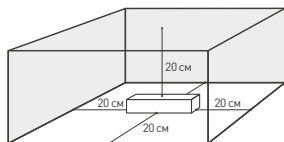
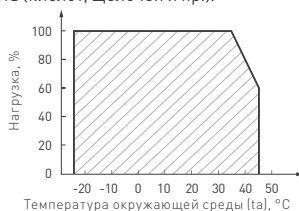

Рис. 2.
Рис. 3.
- 4.2. Для соблюдения температурного режима работы обеспечьте не менее 20 см свободного пространства вокруг источника тока (рис. 2). При необходимости используйте принудительную вентиляцию. График зависимости мощности источника тока от температуры окружающей среды представлен на рис. 3.